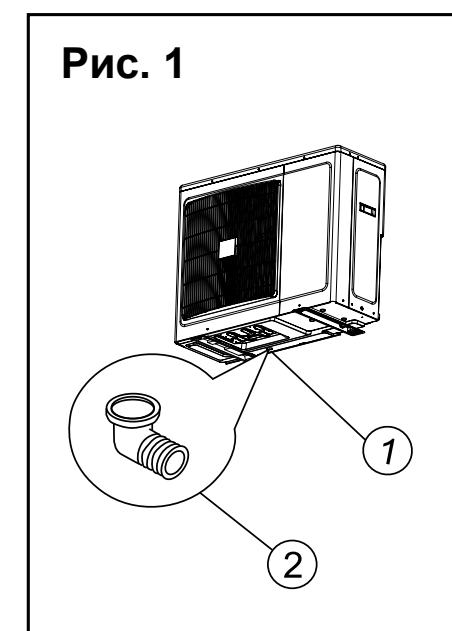

Рис. 1
7. После установки блока на стене подсоедините дренажный шланг и дренажную пробку, как показано на Рис. 1 и 2.